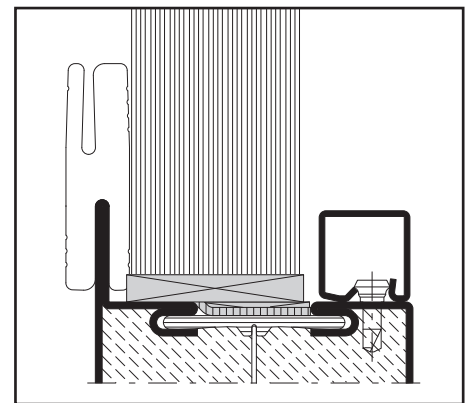

Abb. 24 / Fig. 24 / Fig. 24
- Glaselement einsetzen, ausrichten und verklotzen. Alle Glasleisten aufklipsen (Abb. 24).
- Mettre en place le vitrage, le positionner et le caler. Clipper toutes les parcloles (fig. 24)
- Insert the glazing element, align correctly and insert pads. Clip on all glazing beads (fig. 24)